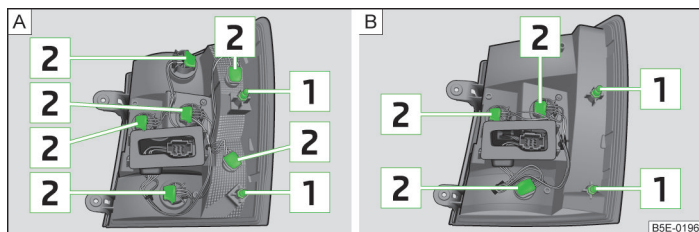

Fig. 235 Partea exterioră a lămpii: Lampa de bază / lampă cu diode cu LED
- › Împingeți cu atenție blocul optic spate în caroserie, astfel încât bolțurile [1] » **fig. 235** la pagina 267 ale lămpii să se fixeze în suporturile din caroserie » [!].
- › Rotiți soclul becului [2] » **fig. 235** în sens antiorar și scoateți-l din carcasa lămpii.